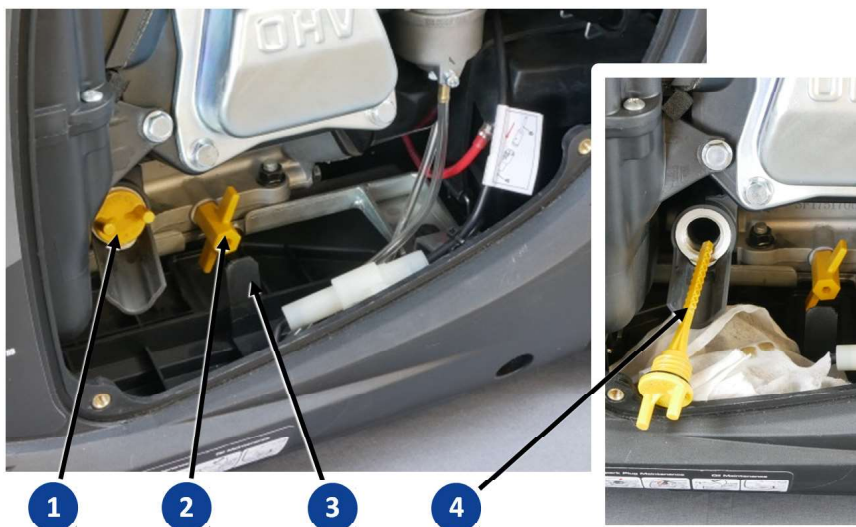

Fig. 9-2 Motoroljekontroll och byte
3. Lossa den gula skruvpluggen Fig. 9-2 **1** och ta bort den från fyllnadsöppningen. OBSERVERA: Oljestickan som fästs på skruven är oljebeständig.
4. Öppna locket Fig. 9-2 **3** och se till att behållaren är korrekt placerad.
5. Ta bort oljeavtappningsskruven Fig. 9-2 **2**.
1. För att fylla på den nya motoroljan, gör enligt beskrivningen i kapitel Fig. 9-2. Följ anvisningarna för att välja lämplig olja. Den maximala oljepåfyllningsvolymen är 0,6 liter.
2. Stäng locket Fig. 9-2 **3** igen försiktigt.